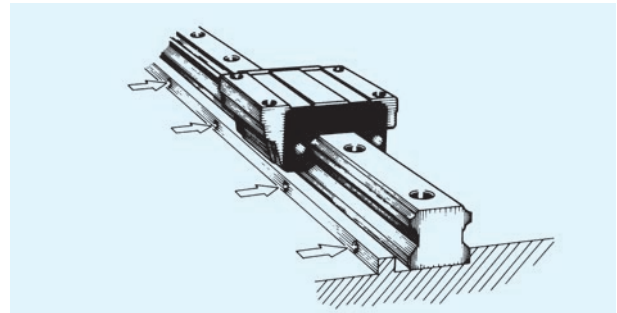

Abb. 5 Anziehen der Andruckschrauben
- ③ Die Andruckschrauben an der Führungsschiene anziehen, bis enger Kontakt an der seitlichen Anschlagfläche besteht (siehe Abb. 5).